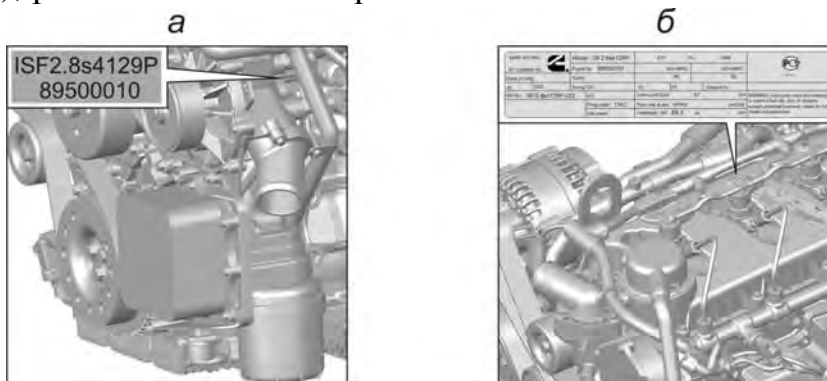

Рис. 1.4. Место нанесения идентификационного номера двигателя
**1.4. Идентификационный номер двигателя** выбит на блоке цилиндров с левой стороны (рис. 1.4а), а также продублирован на заводской табличке двигателя (рис. 1.5), расположенной на крышке клапанного механизма (рис. 1.4б).